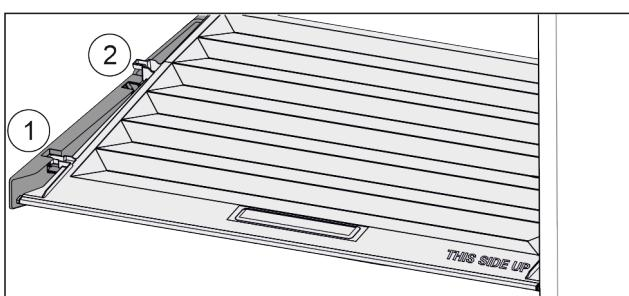

Fig. 116
- Издърпайте напред Fig. 116 (1) капака до отвора в задържащите части.
- Повдигнете го отзад отдолу и отстранете Fig. 116 (2) нагоре.